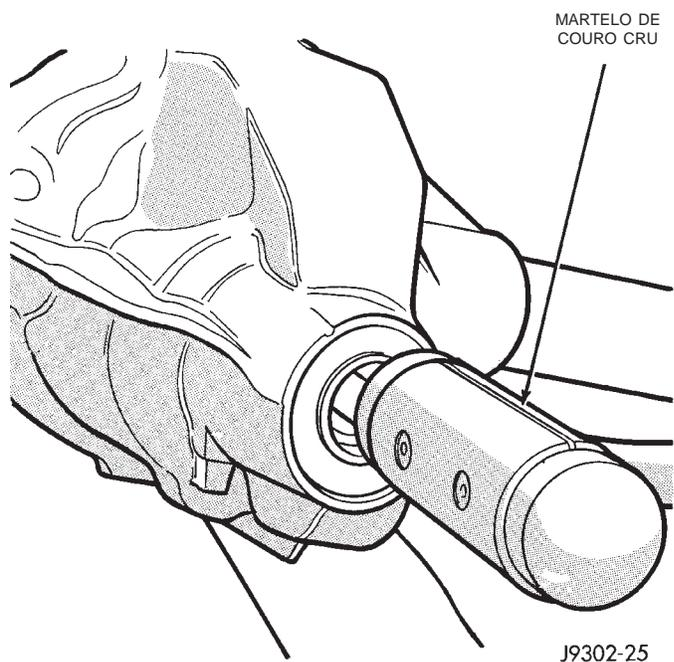

Fig. 24 Remoção da Engrenagem do Pinhão
- (4) Utilizando Suporte 6958 para segurar a forquilha e um tubo de 1 pol. pequeno, remova a porca e a arruela da forquilha do pinhão.
- (5) Utilizando o Removedor C-452 e a Chave C-3281, remova a forquilha do pinhão e o protetor de vedação do pinhão do eixo do pinhão.
- (6) Remova a engrenagem do pinhão da carcaça (Fig. 24). Pegue o pinhão com as mãos para evitar que caia e seja danificado.